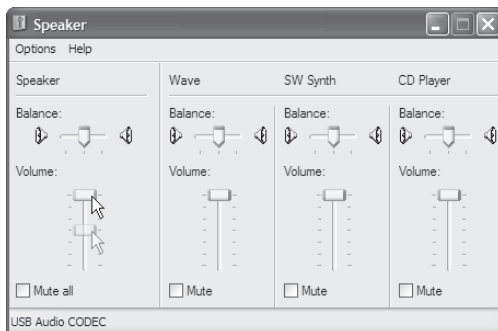

Abb. 7
6. Die Lautstärke lässt sich dann durch Ziehen des Volume Sliders einstellen (Abb. 7).